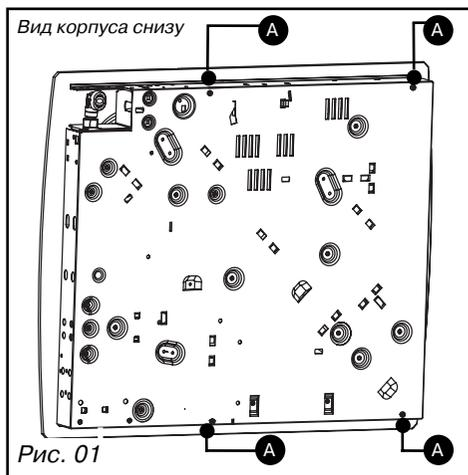
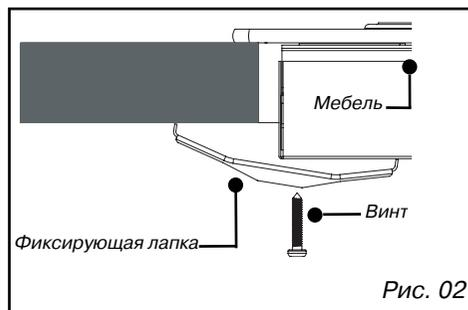

Рис. 01
Рис. 02
- Вы можете заблокировать поверхность по Вашему желанию с помощью фиксирующих лапок, поставляемых вместе с винтами (рис. 02), по углам корпуса. **Используйте отверстия, специально предусмотренные для этого и обозначенные на рисунке выше** (Рис. 01).
- **Подсоединение с помощью гибкого металлического волнообразного шланга (из нержавеющей стали)** с завинчивающимися механическими насадками (в соответствии с нормой NF D 36-125), срок службы которого неограничен (рис. 01).
- **Подсоединение с помощью гибкого резинового шланга**, усиленного завинчивающимися механическими насадками (в соответствии с нормой XP D 36-112), срок службы которого составляет приблизительно 10 лет (рис. 02).